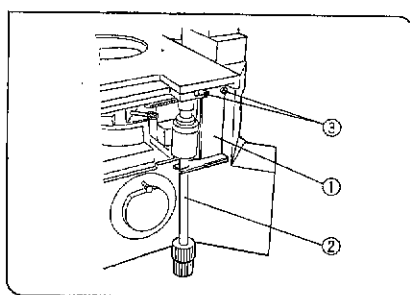

図 18
(図18, 19)
- 1) ハンドルホルダ①のU字状の溝部にフレキシブルハンドルの軸部②を挟込みます。(図18)
- 2) ハンドルホルダの取付ねじ③を六角ドライバでステージに軽く固定します。(図18)